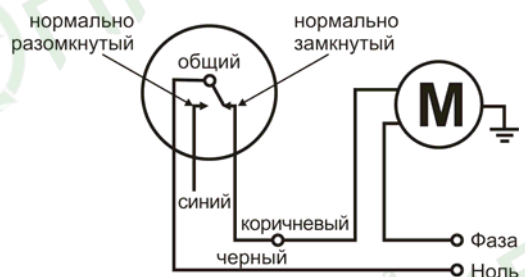

Рис. 5
- 3.1. Подключите коричневый провод поплавкового выключателя к электронасосу, а черный – к нулю, как показано на рис. 5. *Синий провод должен остаться неподключенным.*